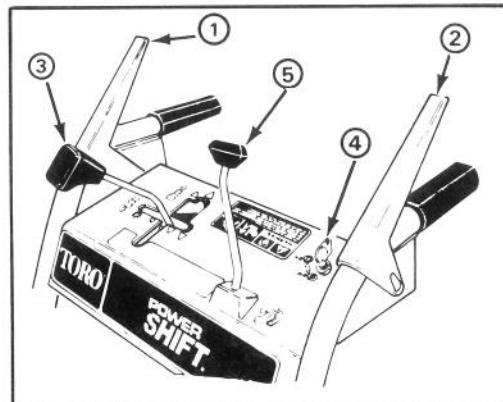

Abbildung 9
Räumwerkupplungshebel (Abb. 9)—Dieser Hebel hat zwei Stellungen: EIN und AUS. Zum Einschalten des Räumwerks und Gebläses den Hebel zum linken Griffholm drücken. Um den Antrieb zu stoppen, den Hebel loslassen.
Antriebshebel (Abb. 9)—Dieser Schalter hat vier Gänge nach vorwärts und zwei nach rückwärts; er steuert auch den Power Shift-Betrieb der Räder.
Räumwerk-Sperre (Abb. 9)—Wenn sowohl der Räumwerkupplungshebel als auch der Antriebshebel gedrückt werden, sperrt der Antriebshebel den Räumwerkupplungshebel nach unten. Durch Freigabe des Antriebshebels wird der Räumwerkupplungshebel freigegeben.
Auswurfkontrolle (Abb. 9)—Auswurfkontrolle im Uhrzeigersinn rotieren, um den Auswurf nach rechts zu bewegen, und gegen den Uhrzeigersinn, um den Auswurf nach links zu bewegen.
Auswurfkontrolle (Abb. 9) — Auswurfkontrolle im Uhrzeigersinn rotieren, um den Auswurf nach rechts zu bewegen, und gegen den Uhrzeigersinn, um den Auswurf nach links zu bewegen.
Zündschloß (Abb. 9)—Das Zündschloß hat zwei Stellungen: EIN und AUS. Den Zündschlüssel EIN drehen, ehe der Motor mit dem Rücklaufstarter angeworfen wird. Zum Abstellen des Motors den Schlüssel auf AUS drehen.
1. Die Speed-Shift-Steuerung in die Leerlaufstellung (N) und die Drossel auf "schnell" (FAST) stellen (Abb. 9).
4. Den Zündschlüssel auf EIN drehen (Abb. 9).
1. Räumwerkkipplungshebel und Antriebshebel lösen (Abb. 9).
2. Die Speed-Shift-Steuerung in die Leerlaufstellung (N) stellen.